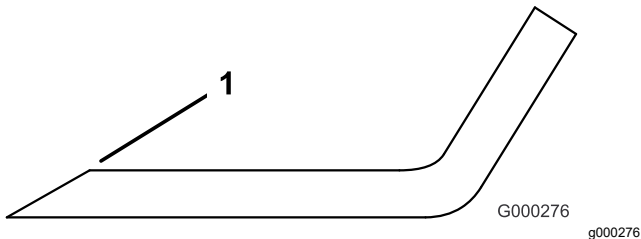

Figure 73
1. Au moyen d'une lime, aiguissez les tranchants aux deux extrémités de la lame (Figure 73).
Remarque: Si la lame est déséquilibrée, limez un peu l'extrémité de l'ailette seulement (Figure 73).